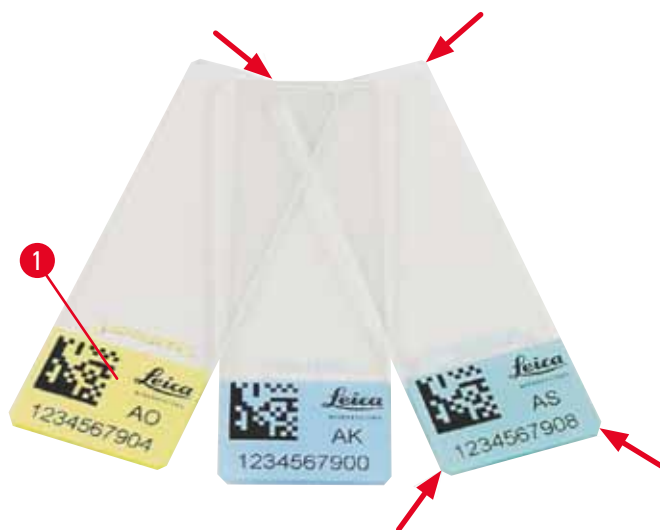

Fig. 4
Endast standardobjektglas med färgade kanter som det går att skriva ut på (→ "Fig. 4-1") kan föras med utskrift i Leica IP S (→ "Fig. 4").
- För att reducera mängden glasdamm och minska risken för mekaniska fel ska du bara använda objektglas med klippta hörn (45° vinkel i varje hörn, (→ "Fig. 4")).